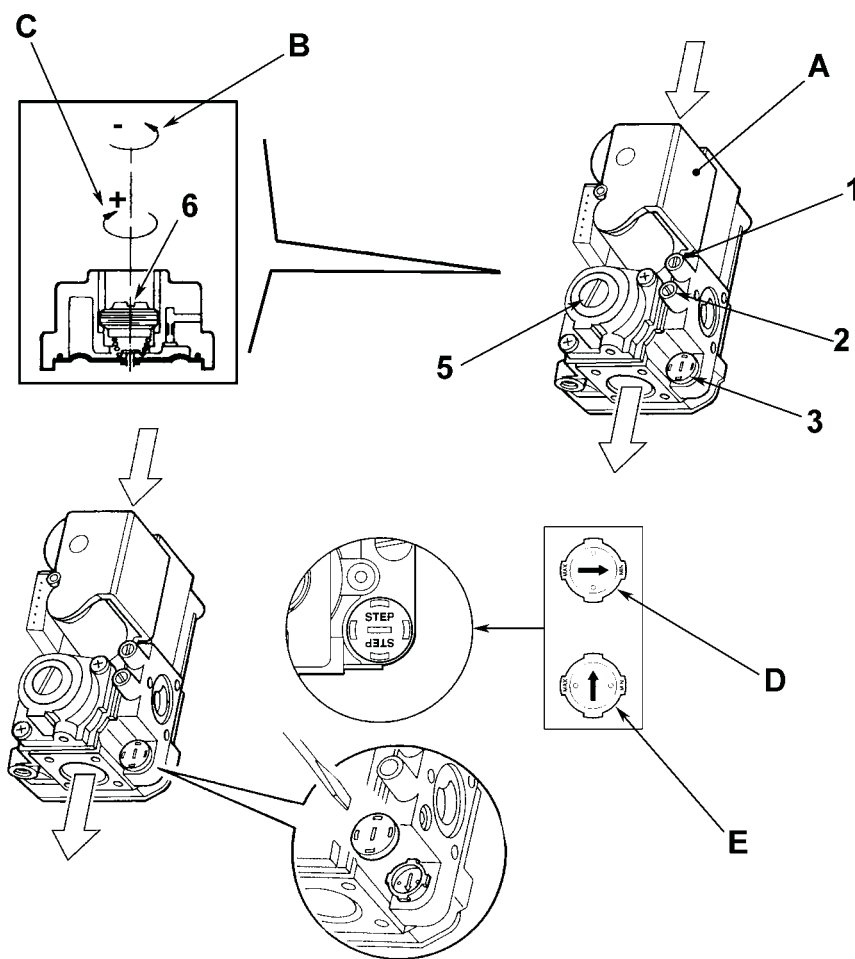

рис. 18 - Переналадка котла на другой вид газа
На котле PEGASUS D можно регулировать тепловую производительность топки и, следовательно, тепловую мощность, передаваемую воде системы отопления; это делается исключительно путем регулировки основной горелки с помощью газового вентиля (см. рис. 18). На графиках, приведенных в параграфе сар. 4.2 "Гидравлическое сопротивление системы", показано изменение передаваемой воде тепловой мощности в зависимости от изменения рабочего давления горелки. Возможность приведения мощности котла в соответствие с реальными потребностями отопления означает, прежде всего, снижение потерь и экономию топлива. Кроме того, при регулировке мощности, регламентированной также стандартом, котлы сохраняют значения КПД и характеристики сгорания почти без изменений.
1. С помощью небольшой отвертки снимите защитный колпак 5 вторичного привода газового вентиля рис. 18.
2. Подключите манометр к клемме давления 2 (рис. 18), расположенного после газового вентиля, затем переведите ручку термостата котла на максимум.
3. Регулируйте давление с помощью винта 6 (рис. 18) на желаемое значение, руководствуясь диаграммами, приведенными в параграфе сар. 4.2 "Гидравлическое сопротивление системы".
2. Снимите с газового вентиля маленький защитный колпачок 3 ( рис. 18). С помощью маленькой отвертки регулируйте "СТУПЕНЬ" розжига на основании выбранного для работы газа (G20 или G31); установите защитный колпачок на место.
- Спустите воздух из газопроводных труб через штуцер отбора давления 1 газового вентиля ( рис. 18).